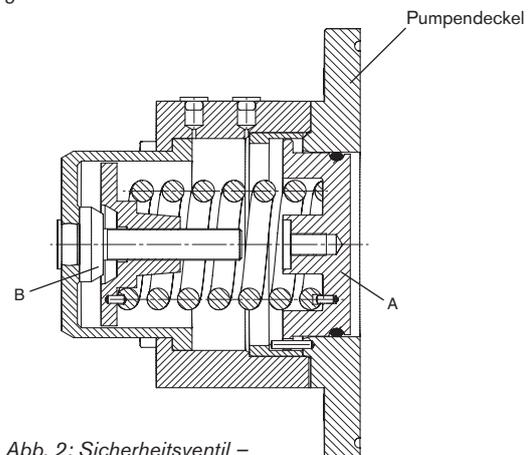

Abb. 2: Sicherheitsventil – Federbelastet, teilweise geöffnet
Abb. 2 zeigt das Ventil im teilweise geöffneten Zustand. Der Druck des Mediums im Rotorgehäuse hat den Ventilkopf (A) gegen die Federkraft angehoben.